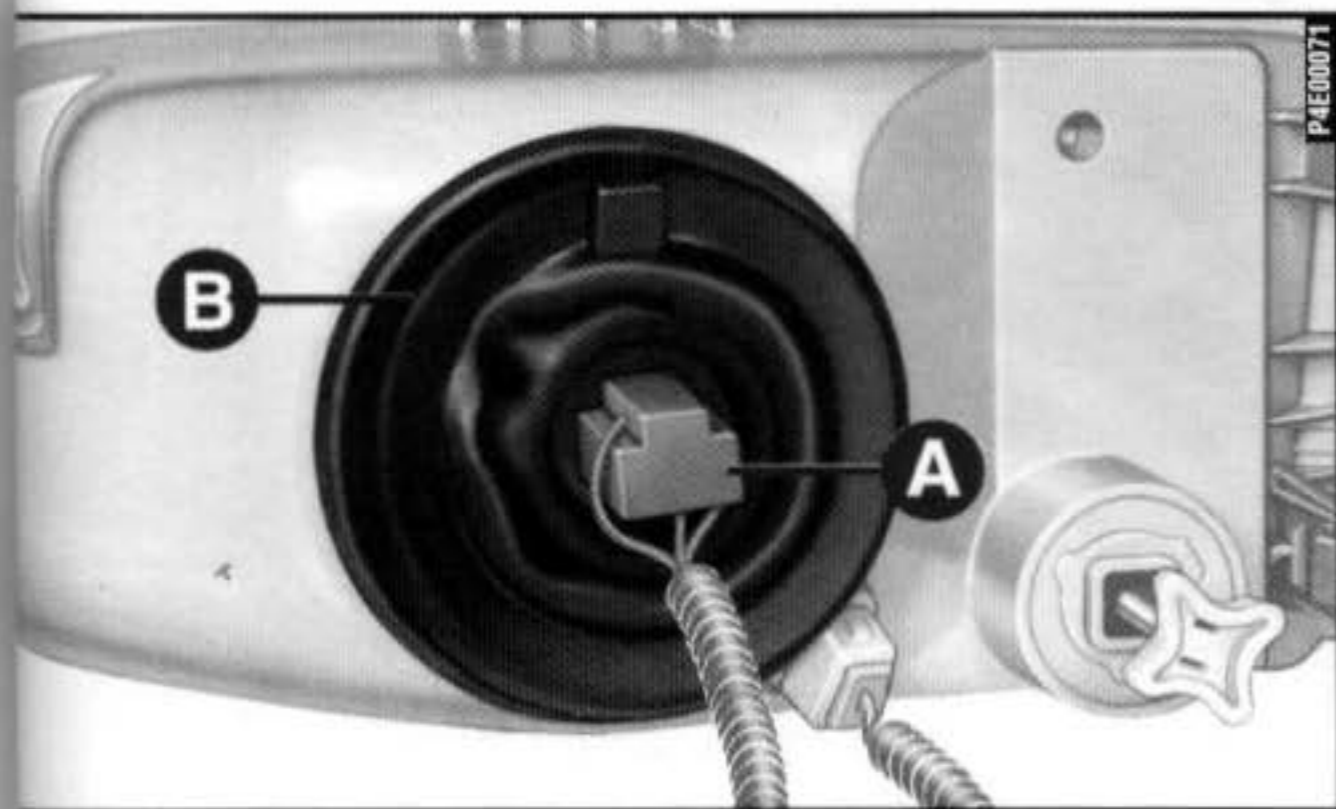

fig. 12
1) Primeiramente, soltar o conector **A**-fig. 12 e, depois, a proteção de borracha **B**.